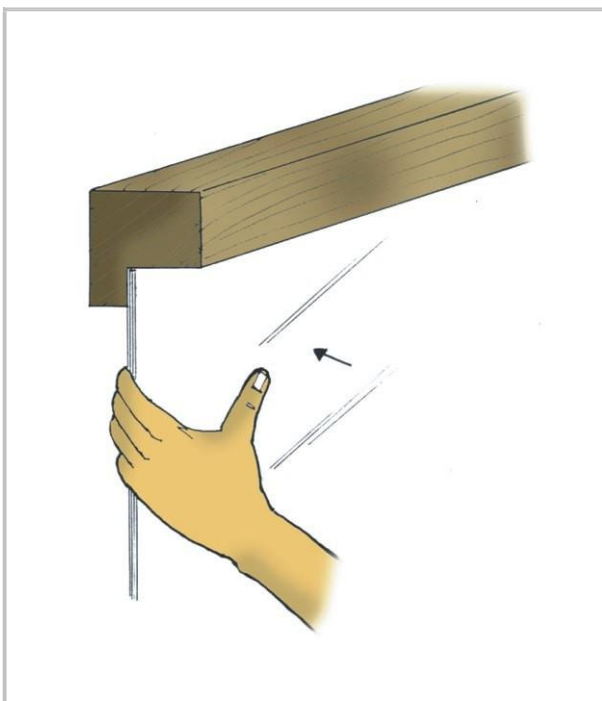

Fig. 1
1. Colocar la espátula o el desarmador entre el junquillo y el marco de madera y moverlo hacia arriba y hacia abajo para desclavar el junquillo del marco. Retirar el vidrio dañado o roto (Fig.1).